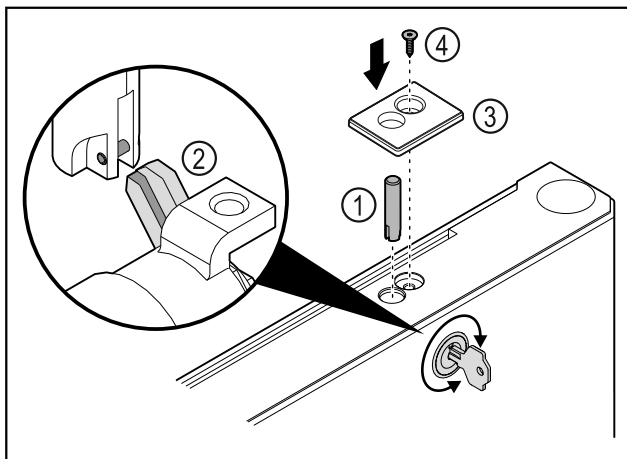

Fig. 42
- Zasuňte zámkový čep Fig. 42 (1).
- Mírně otočte zámkem, aby se zámkový čep Fig. 42 (2) zacvaknul do vybrání zámku.
- Nasad'te kryt Fig. 42 (3).
- Vložte šroub Fig. 42 (4).